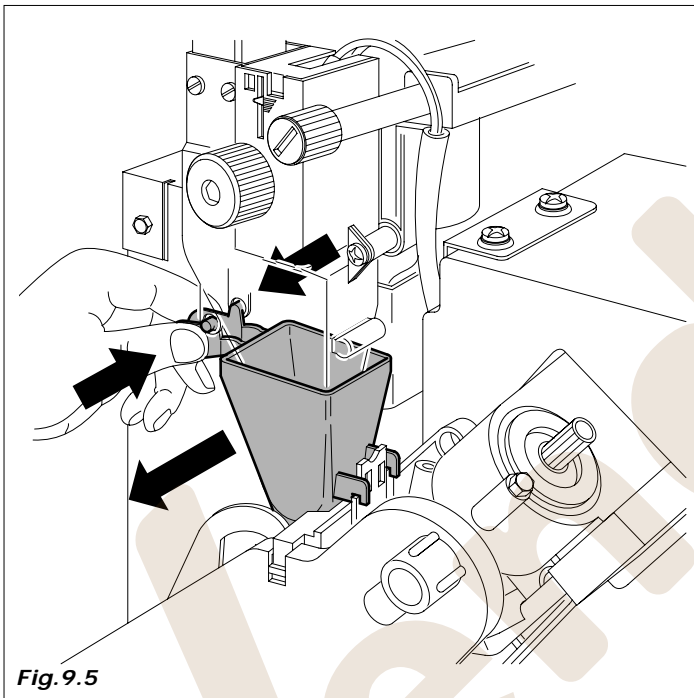

Fig. 9.5
- rampa y embudo de café (Fig. 9.5)